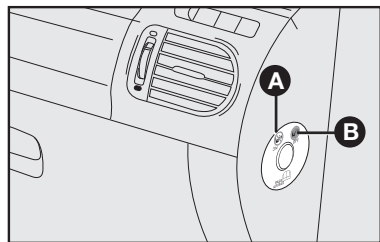

fig. 124
#### Para versões com ativação/desativação do airbag frontal do lado do passageiro através do interruptor na lateral do painel do veículo figs. 124 e 125
O interruptor tem duas posições **A** e **B**—fig. 124.
**A** – airbag lado do passageiro ativado: (posição **ON A**—fig. 124) com luz-espia no quadro de instrumentos apagada.
**B** – airbag do lado do passageiro desativado: (posição **OFF B**—fig. 124) com luz-espia “ no quadro de instrumentos acesa.